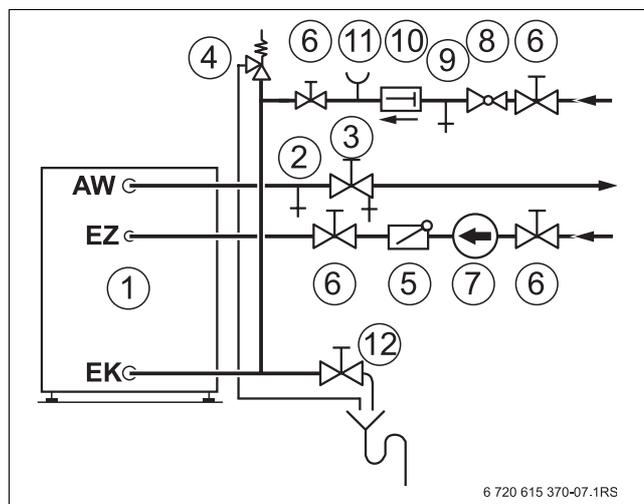

Fig. 7 Installazione (illustrazione schematica)
- Chiudere la valvola d'intercettazione per l'ingresso acqua fredda EK (→ fig. 7, [6]).
- Svuotare completamente l'accumulatore-produttore di acqua calda tramite la valvola di scarico (→ fig. 7, [12]); anche la parte inferiore dell'accumulatore-produttore di acqua calda.